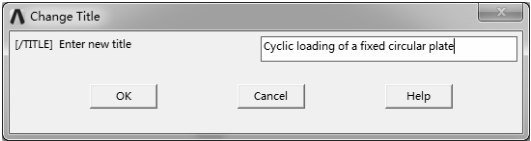

图 9-35 “Change Title”对话框
- 2) 选择“Utility Menu>File>Change Title”命令，弹出“Change Title”对话框，修改标题为“Cyclic loading of a fixed circular plate”，如图 9-35 所示。单击“OK”按钮完成修改。